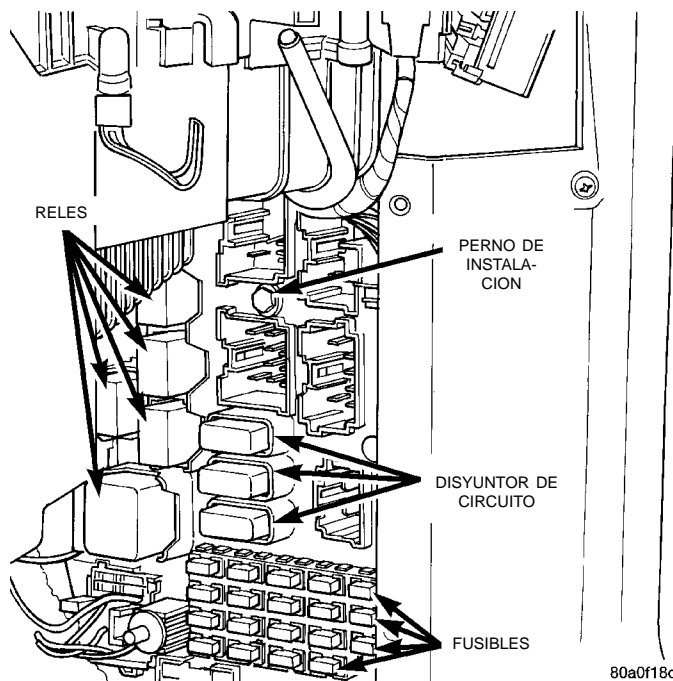

Fig. 23 Desmontaje/instalación del tablero de conexiones
(4) Retire los dos tornillos que aseguran el panel lateral derecho del cubretablero al panel de la abertura de la puerta delantera derecha.
(5) Retire el panel lateral derecho del cubretablero.
(6) Desenchufe todos los conectores del mazo de cables de las cavidades del tablero de conexiones.
(7) Retire el perno de instalación que fija el tablero de conexiones al panel lateral del cubretablero (Fig. 23).